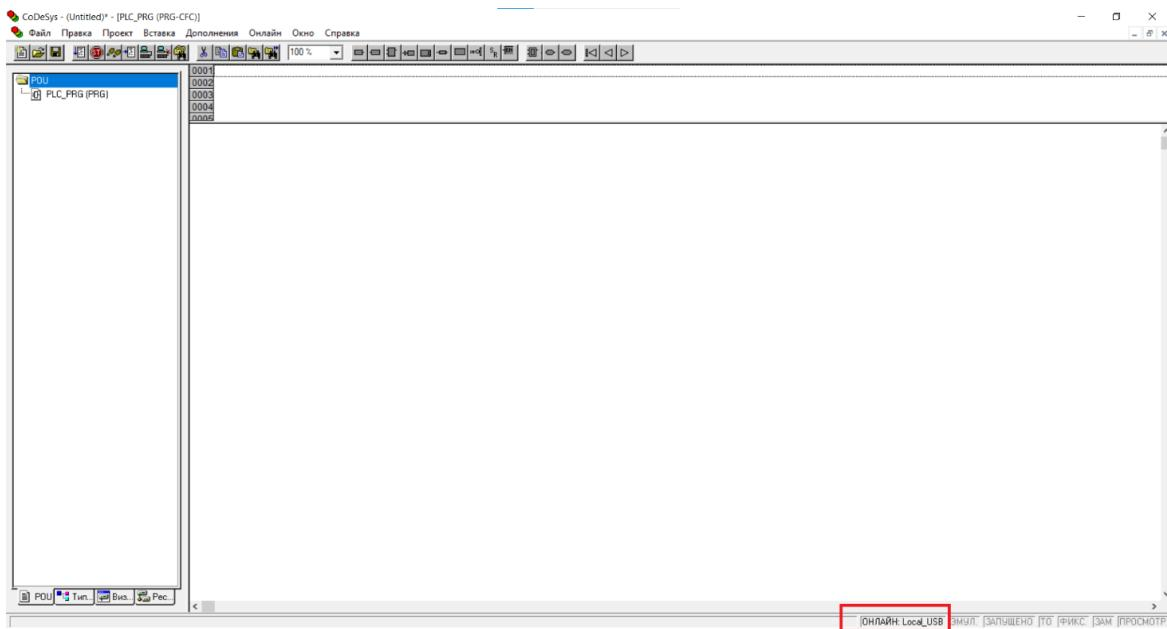

Рис. 20. Окно настройки соединения – часть 4
4. После настройки линии связи можно проверить, успешна ли она была произведена. Для этого необходимо в меню нажать на вкладку «Онлайн» и выбрать пункт «Подключение», если все настройки были произведены верно, то будет предложено загрузить новую программу. Также при успешном подключении в нижнем правом углу ПО CoDeSys v2.3 должна появиться надпись «Онлайн:» и имя канала, которое было указано ранее (рис. 20).